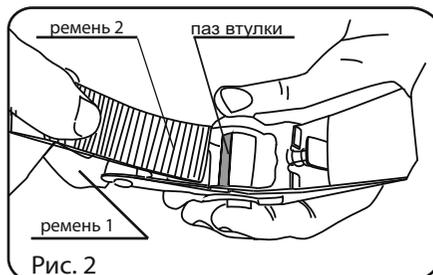

Рис. 2
2. Раскройте храповый механизм ремня 1. Вставьте свободный конец второго ремня в паз центральной втулки ремня 1. Рис.2. При необходимости проверните втулку так, чтобы паз занял удобное для установки ремня положение. Для этого надавите несколько раз на рукоять храпового механизма.